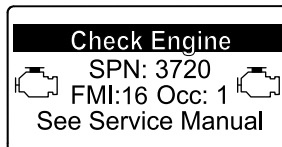

Figure 44
- Avertissement moteur SPN 3720, FMI 16 (Figure 44)